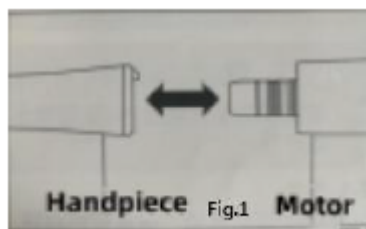

рис.1
1. Встановіть наконечник на мікромотор у вертикальному положенні (рисунок 1).